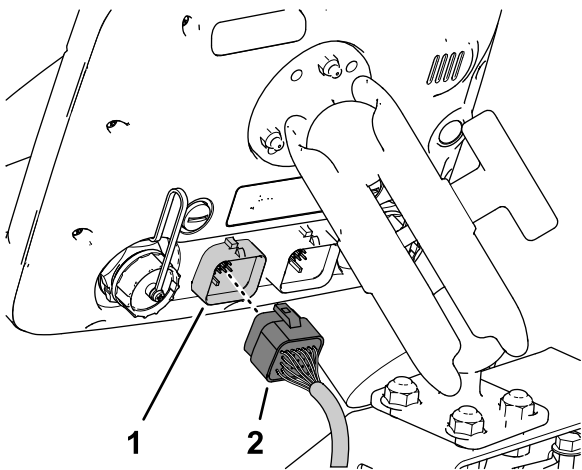

Figura 208
3. Alinee el conector hembra de 26 vías del arnés de datos con el conector de 26 pines del monitor de fumigación e introduzca el conector macho en el conector hembra hasta que el cierre del conector se enganche firmemente (Figura 208).